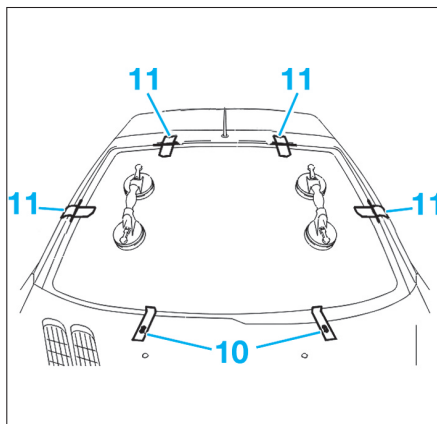

FIG. 5
- Fixer des cales de maintien (10) (Fig.5) pour soutenir et positionner le pare-brise lors de la repose.
- Poser des adhésifs (11) en témoins pour le positionnement définitif (de la vitre).